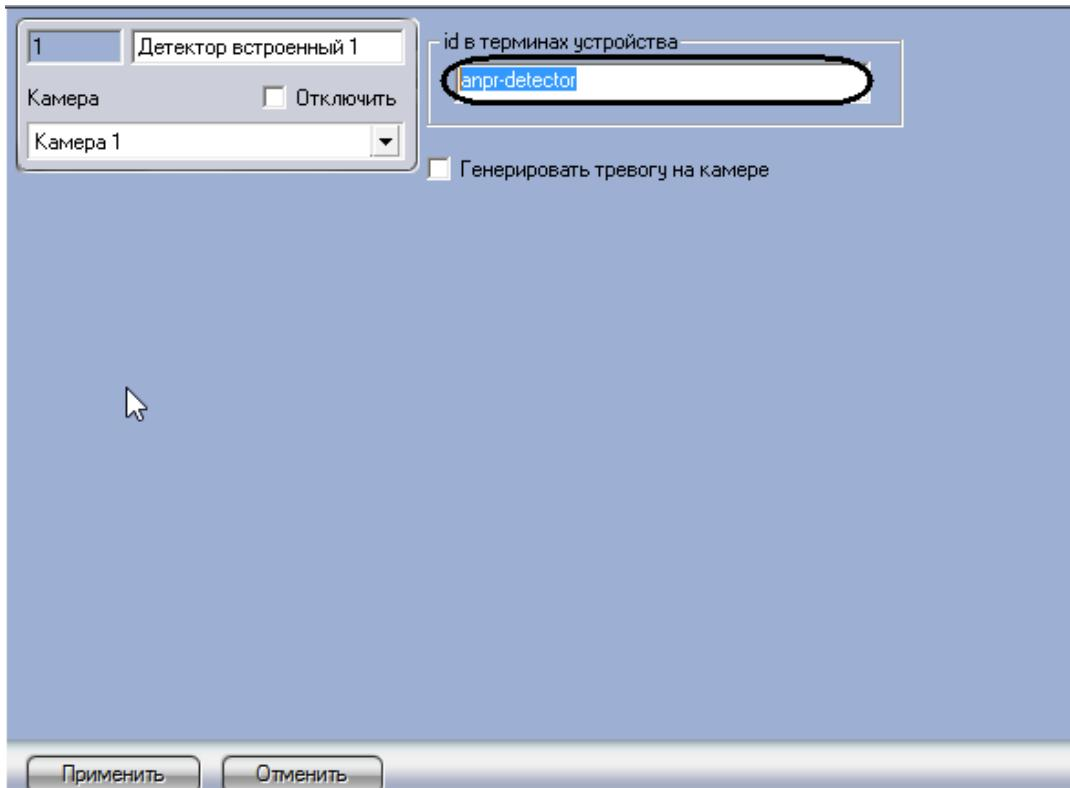

Рис. 7.2—38 Настройка объекта «Встроенный детектор»
1. Создать объект «Встроенный детектор» на основе объекта «Камера»(см. Рис. 7.2—38). В поле «id в терминах устройства» ввести значение «apnr-detector».